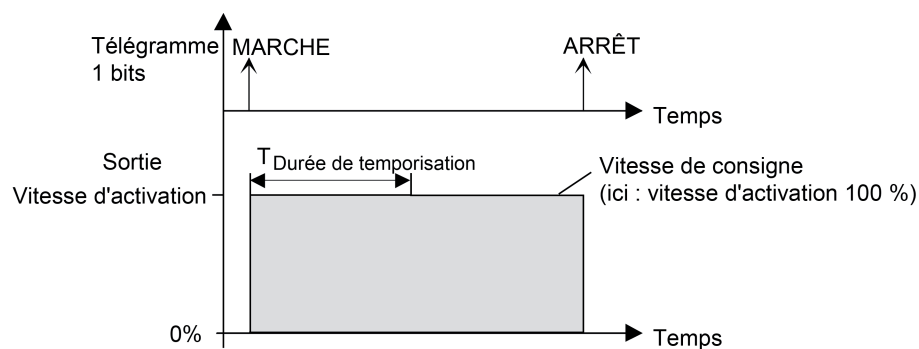
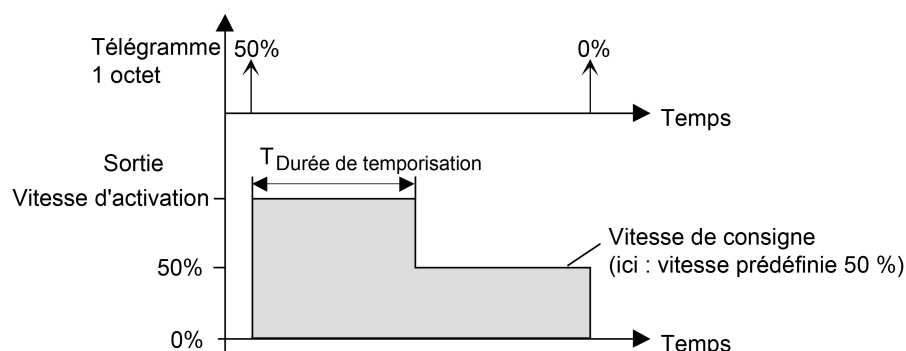

Figure 41: Vitesse d'activation et vitesse de consigne pour les commandes de commutation
Figure 42: Vitesse d'activation et vitesse de consigne pour les commandes de valeur
- i** Vitesse de consigne : la vitesse de consigne résulte directement des commandes de commutation par télégrammes de commutation ou grâce à la commande manuelle. La vitesse de consigne correspond alors à la vitesse d'activation (figure 41). Alternativement, la vitesse de consigne est immédiatement définie par des télégrammes sur l'objet de vitesse ou par vitesses prédéfinies de la fonction de scènes ou des fonctions de blocage et de position forcée (figure 42).